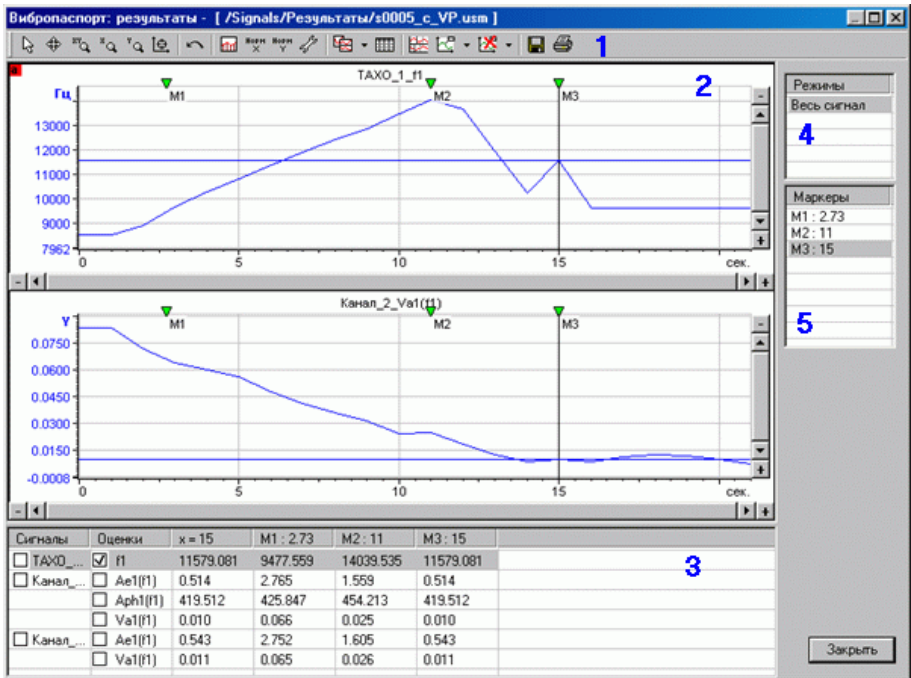

Рис. 10.9. Окно результатов расчета вибропаспорта
После завершения расчетов, автоматически открывается окно результатов (Рис. 10.9). Кроме того, все результаты расчетов размещаются в виде сигналов в дереве сигналов в ветвь, названную по имени обрабатываемого файла, к которому добавлен постфикс «_VP».
Таблица оценок, в свою очередь, имеет два режима, переключаемых кнопкой на панели инструментов (1). Первый режим представлен на рис. 10.9. В первой колонке отображаются названия исходных сигналов, во второй – подсчитанные по ним оценки, в третьем – значения оценок в точке, определяемой положением курсора в активном графике. Во всех следующих колонках отображаются значения оценок в точках установки меток. В таблице показываются только те метки, которые находятся внутри диапазона выбранного режима.
Для получения итогового отчета в формате RTF (пример показан на рис. 10.7), как правило, требуется этап расстановки меток. Эта расстановка производится при графическом просмотре результатов вычислений (См. рис. 10.9).